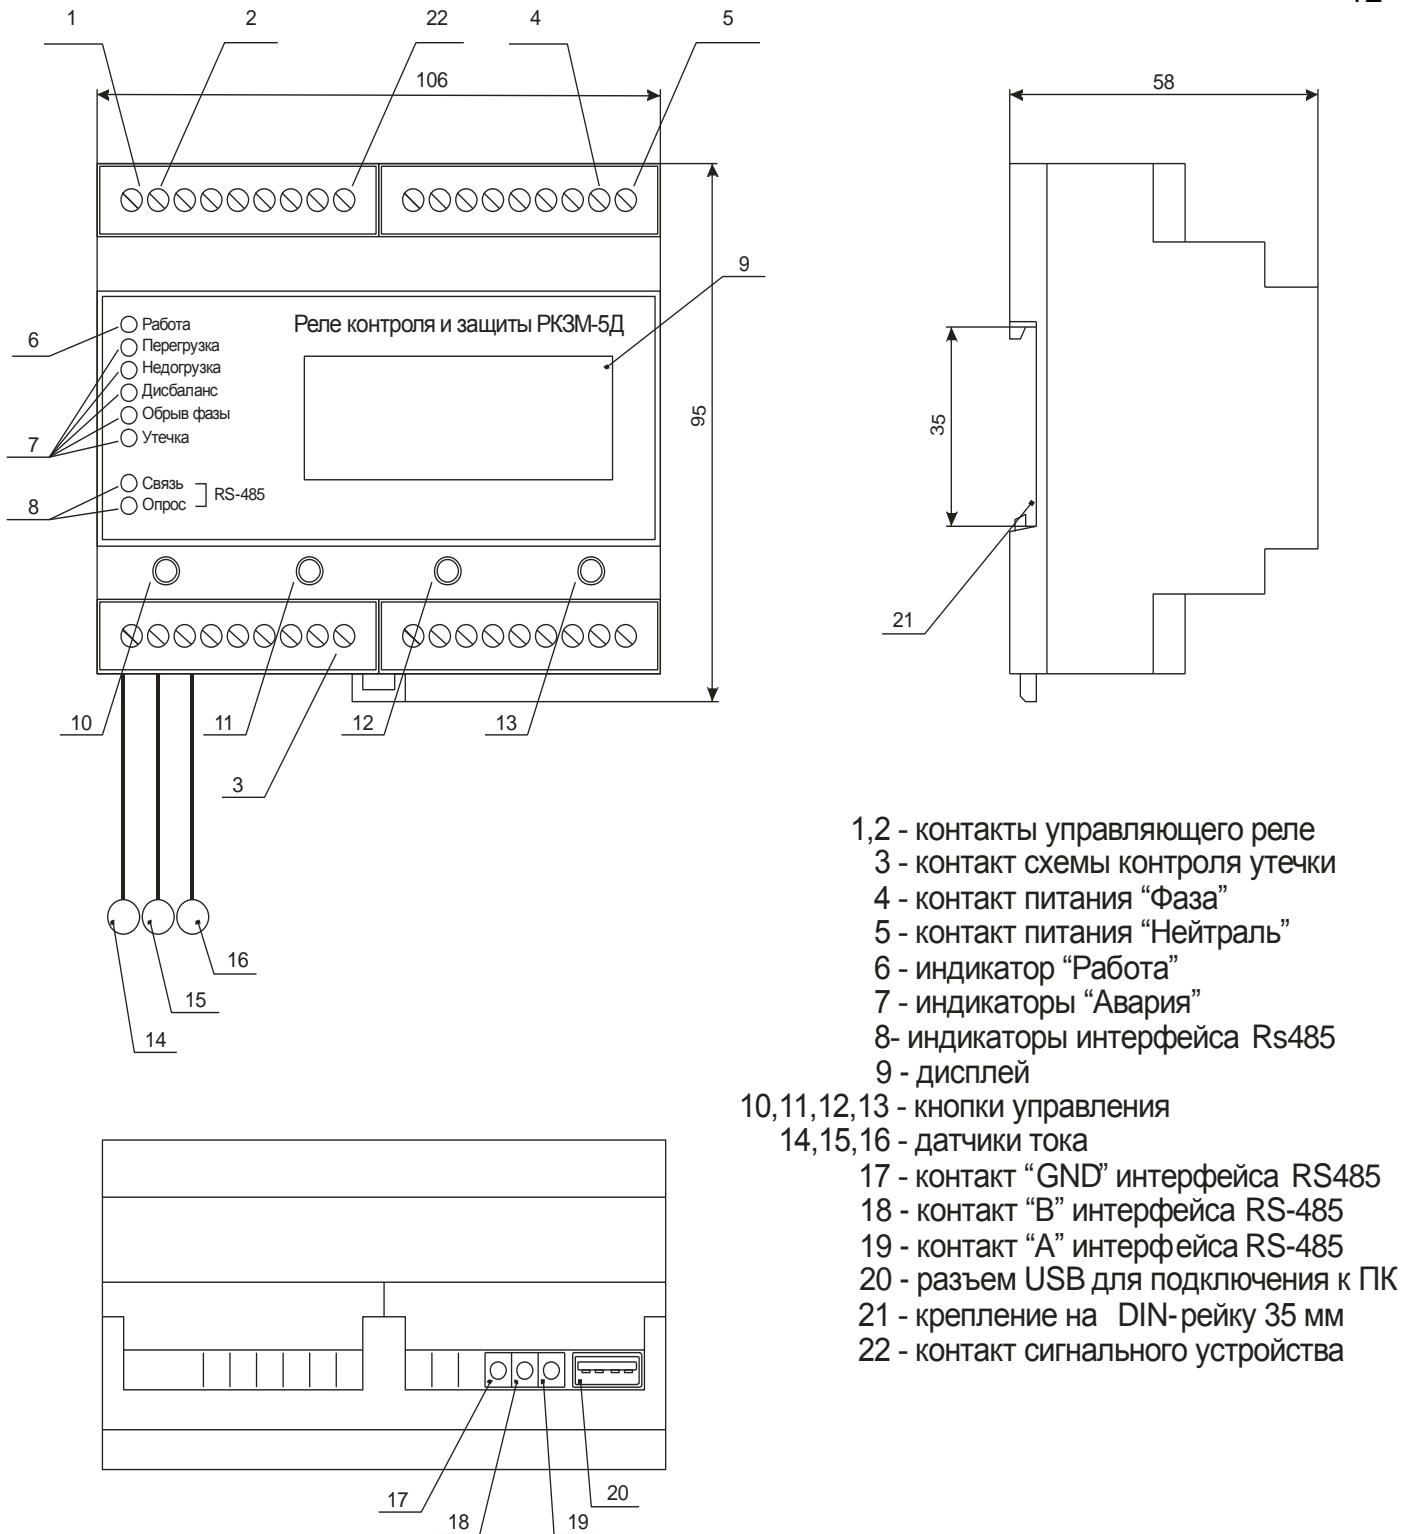

Рисунок 1- общий вид реле РКЗМ-Д, расположение его органов управления и индикации
9.2 Индикация принимаемых пакетов по шине RS-485 осуществляется индикатором “опрос” (рис.1). При приеме адресованного устройству пакета индикатор изменяет свое состояние на противоположное (гаснет или загорается).
9.6.1 Индикация текущего адреса устройства на шине RS-485 осуществляется при включении, с помощью светодиодов «связь» и «опрос» рисунок 1. Адрес может принимать значение в интервале 1 – 247. По умолчанию производителем присвоен адрес - 1.
9.6.3 Одновременно горящие светодиоды «опрос» (рис.1) и «связь» обозначают разряд сотен адреса, отдельно горящий светодиод «опрос» обозначает разряд десятков адреса, отдельно горящий светодиод «связь» обозначает разряд единиц адреса.